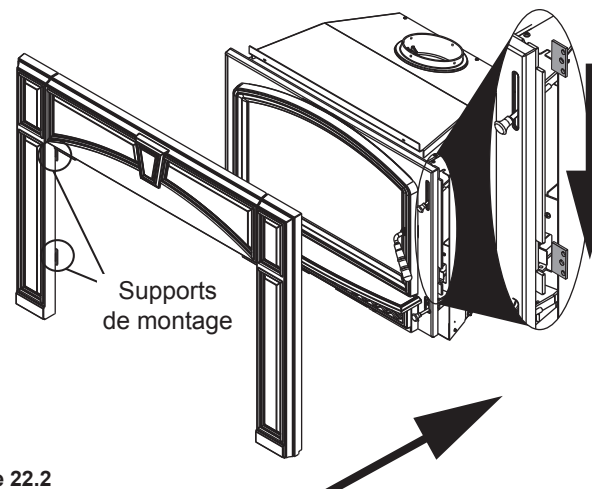

Figure 22.2
5. Faites glisser l'assemblage de garniture en fonte sur le dessus de l'appareil et mettez-le en place en guidant le support latéral moulé droit et gauche à travers les fentes sur le côté de l'appareil. Laisser tomber doucement l'assemblage en place (**Figure 22.2**).